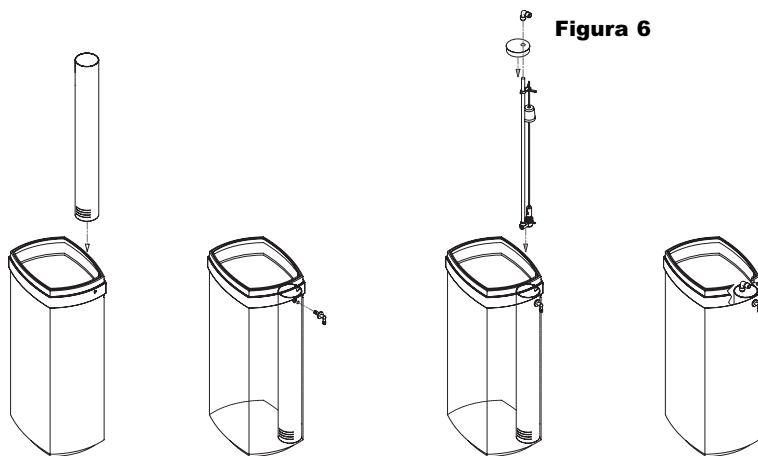

Figura 6
- Inserte el pozo de salmuera al tanque de salmuera (ver figura 6).
- Conecte el pozo de salmuera al tanque de salmuera con el codo de desborde (ver figura 6).